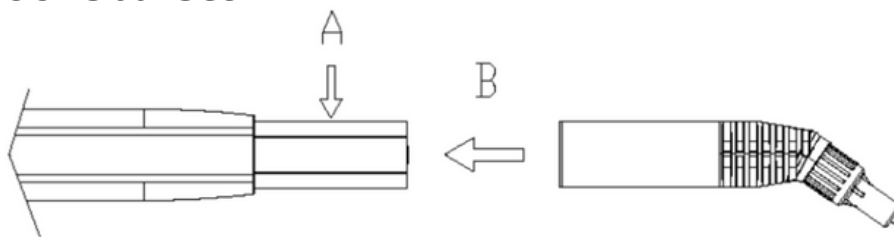

ABBILDUNG 4
- Drücken Sie die graue Verriegelungs-/Entriegelungstaste (ABBILDUNG 4-A). Schieben Sie das Zubehörteil bei gedrückter Taste auf die Hauptdüse (ABBILDUNG 4-B). Drücken Sie das Zubehörteil über die Taste und halten Sie es gedrückt, bis die Taste im rechteckigen Loch einrastet.